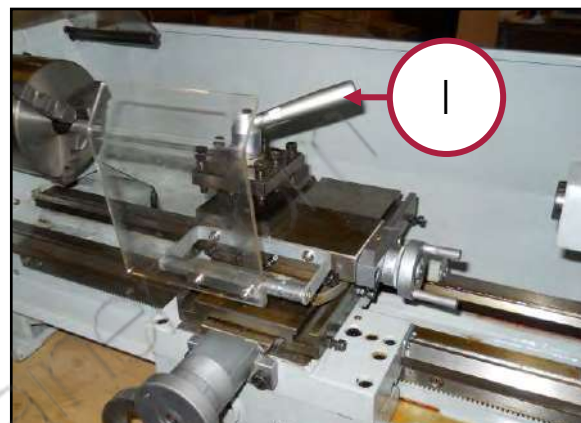

Figura 17 – Leva di blocco utensile.
6. Inserire l’utensile sulla torretta del carrello porta utensile, e fissarlo con l’apposita leva di bloccaggio (I, figura 17).